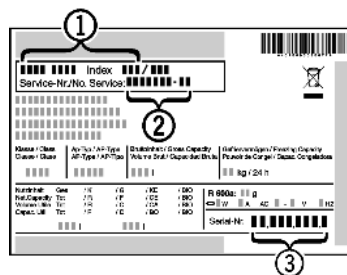

Fig. 10
- ▶ Relever la désignation de l'appareil Fig. 10 (1), le n° de service Fig. 10 (2) et le n° de série Fig. 10 (3) sur la plaquette signalétique. Cette plaquette se trouve sur la paroi intérieure gauche de l'appareil.
- ▶ Informer le S.A.V. et lui communiquer la panne, la désignation de l'appareil Fig. 10 (1), le n° de service Fig. 10 (2) et le n° de série Fig. 10 (3).